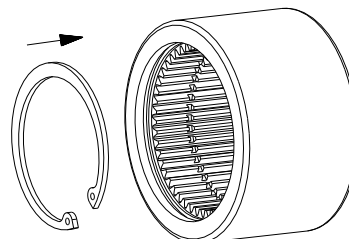

図 13
- スナップリングまたは C 形止め輪(部番 5)をスリーブの溝に取付けて下さい(図 13 をご参照)。